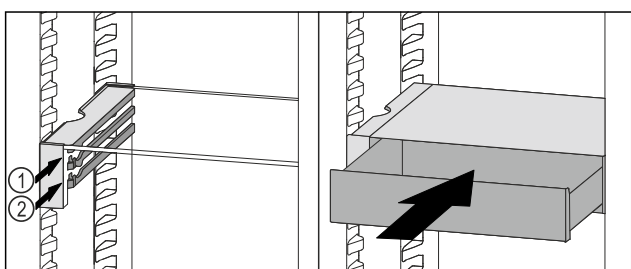

Fig. 207
- Τοποθετήστε το συρτάρι VarioSafe πίσω από τα στον επιθυμητή ραβδωτή επιφάνεια Fig. 207 (1) ή Fig. 207 (2).